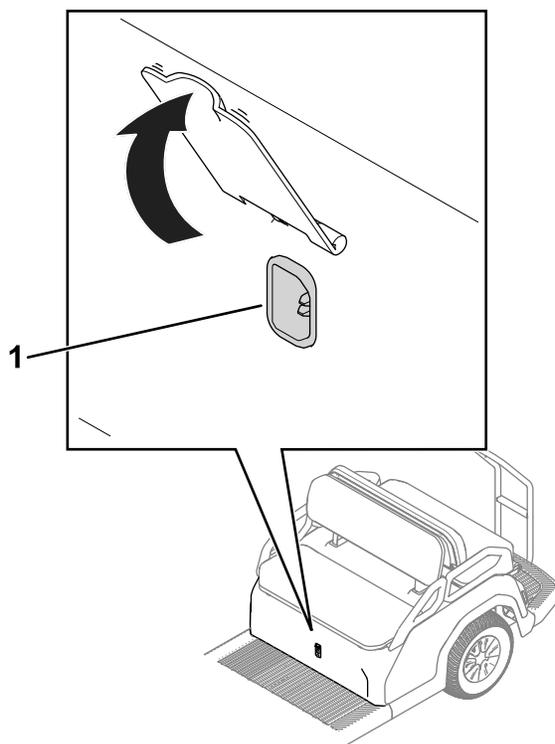

Figure 21
1. Branchez le cordon d'alimentation dans la prise du chargeur de la machine (Figure 21).